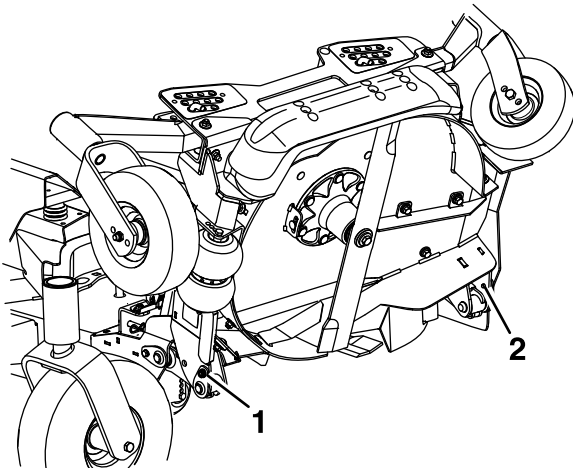

Figura 84
7. Afloje los pernos que fijan los pasadores de giro superiores a la carcasa, pero **no retire** los pernos (Figura 84).
18. Retire y guarde los pernos de los puntos de giro inferiores (Figura 84 y Figura 87).